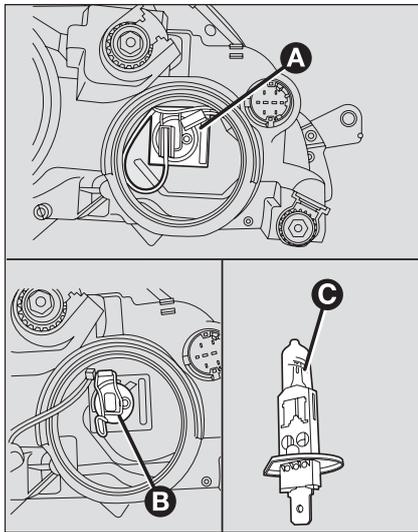

fig. 19
FEUX DE CROISEMENT fig. 19
- débrancher le connecteur électrique **A** - fig. 19 ;